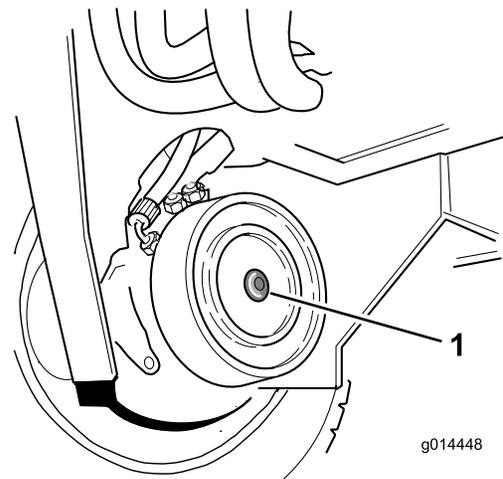

Figura 45
5. Aperte o parafuso no furo roscado no pistão do travão até que o travão seja libertado (Figura 45).